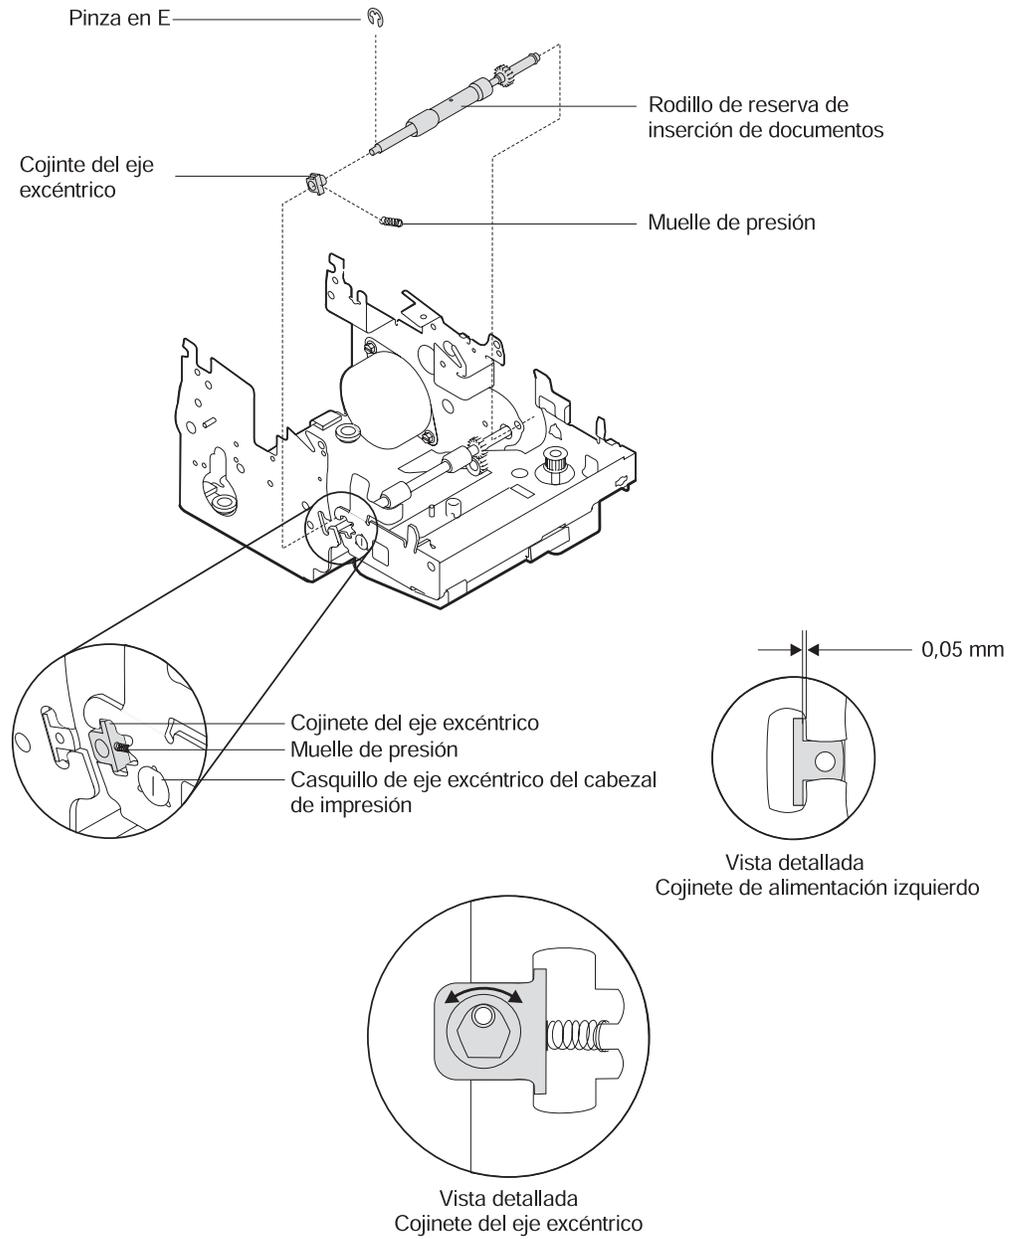

Figura 4-26. Extracción del rodillo de soporte de inserción de documentos
- “Extracción y sustitución del rodillo de alimentación de inserción de documentos (ID) (modelos con ID)” en la página 4-37
2. Extraiga el conjunto del sensor de inserción de documentos. Vaya al apartado “Extracción y sustitución del conjunto del sensor de inserción de documentos (ID) (modelos con ID)” en la página 4-24 y, a continuación, vuelva a este procedimiento.
3. Extraiga el muelle de presión entre el bastidor y el cojinete de la excéntrica del eje. Consulte la Figura 4-26 en la página 4-35.